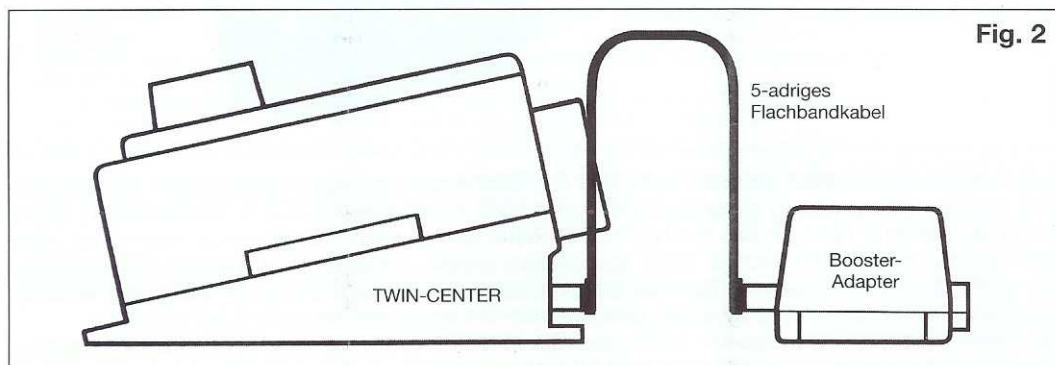

Fig. 2
WICHTIG: Dieses 5-adrige Flachbandkabel wird mit dem Booster-Adapter so verbunden, dass bei den eingesteckten Steckern die Kabel nach oben verlaufen (siehe Fig. 2).
- IMPORTANT:** This 5-core flat band cable should be connected with the Booster Adapter so that when the plugs are inserted, the cable lays in an upwards position (see Fig. 2).
5. A l'aide du câble à 5 brins du kit adaptateur, reliez à présent la prise restée libre à droite sur l'adaptateur Booster au connecteur à 5 pôles N°2 du TWIN-CENTER (voir manuel TWIN-CENTER) ou, si vous y avez déjà branché un TWIN-BOOSTER 6807, à l'un des deux connecteurs à 5 pôles N°2 ou N°3 du TWIN-BOOSTER 6807 (voir instructions TWIN-BOOSTER). **IMPORTANT:** en branchant ce câble plat à 5 brins à l'adaptateur Booster, veillez à ce que les fils soient orientés vers le haut une fois la fiche connectée (voir fig. 2).
Belangrijk: Deze 5-polige bandkabel moet zo op de boosteradapter worden aangesloten dat wanneer de stekker is aangesloten de kabel naar boven toe loopt (zie Fig. 2).